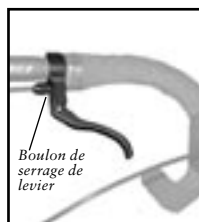

Figure 3.47 - Levier de frein de milieu
- Levier de milieu du guidon (figure 3.47) : 2,3-3,3 Nm (20-30 lb•po)